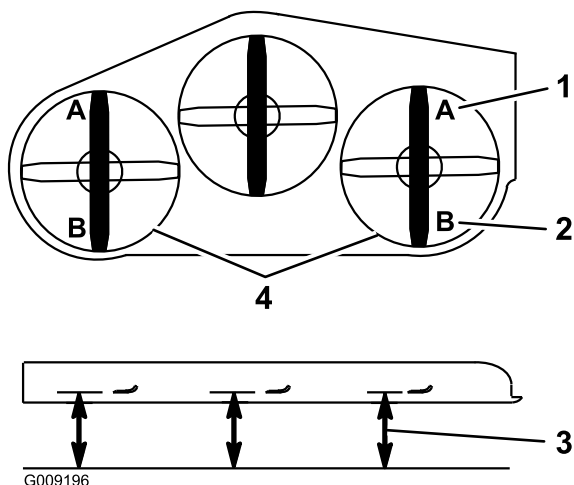

Figure 77
9. De chaque côté du plateau de coupe, mesurez la distance entre la surface plane et la pointe avant de la lame (position A), comme montré à la Figure 77.
16. De chaque côté du plateau de coupe, mesurez la distance entre la surface plane et la pointe arrière de la lame (position B), comme montré à la Figure 77.